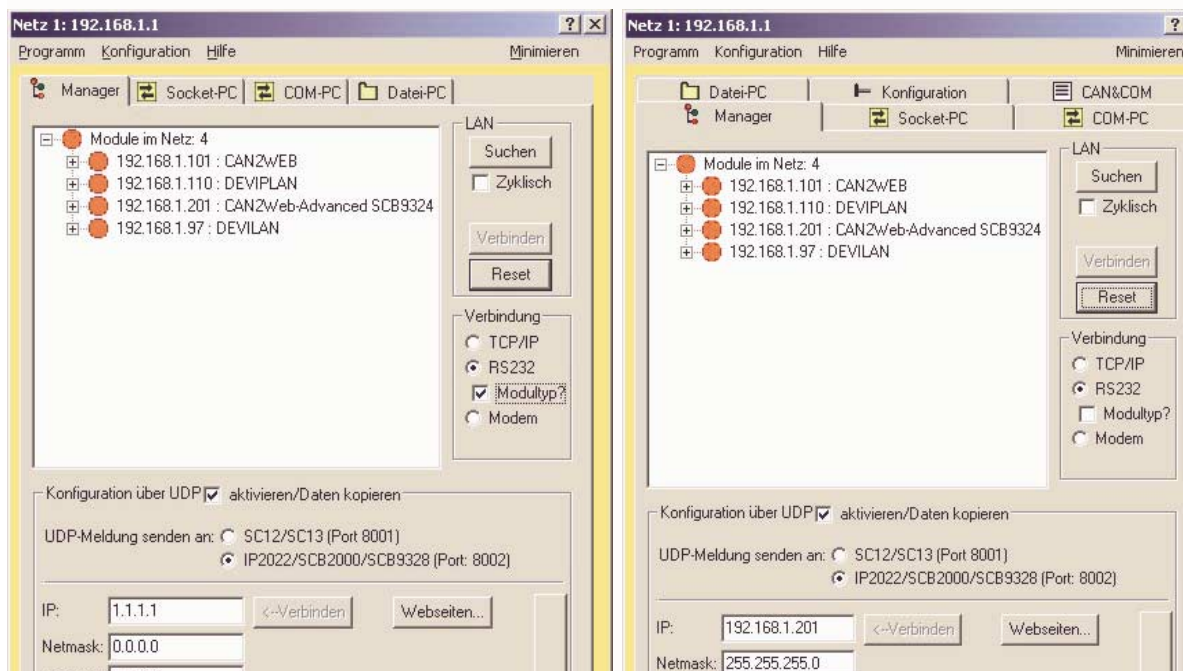

Abb. 7: Konfiguration über serielle Schnittstelle vor (links) und nach (rechts) Verbindungsaufbau
6. Auf Dialogbox „DeviLAN-Manager“ wechseln (Abb. 7) und Auswählen von „Verbinden über ... RS232“